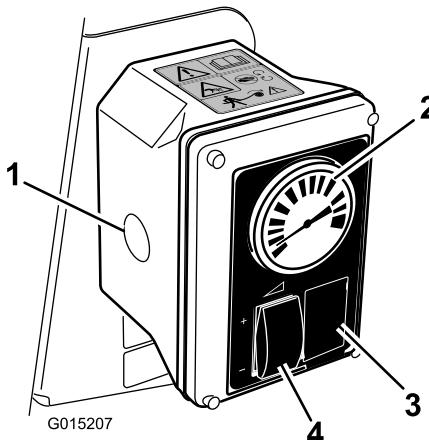

図 13
6. 水圧計が希望値を示すように水圧をレート制御スイッチでとスロットルで調整する (図 13)。